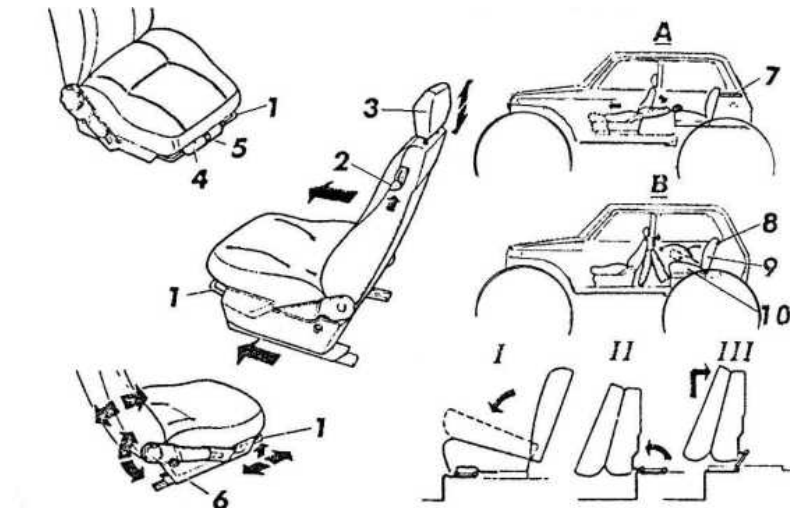

Рис. 9. Сиденья
Для регулировки передних сидений в продольном направлении потяните блокирующий рычаг 1 (рис.9) вверх. После перемещения сиденья рычаг отпустите. Наклон спинки сиденья регулируется бесступенчато вращением рукоятки 6. На схеме "А" показана раскладка передних сидений для отдыха.
- приподнимите сиденье вверх и сдвиньте его назад в положение III, как показано на рис.9;